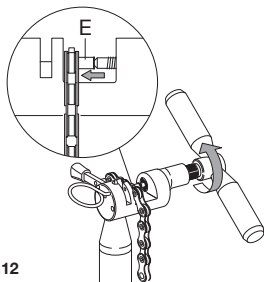

Abb.12
- Schrauben Sie das Werkzeug (**Abb. 12**) unter gleichmäßigem Kraftaufwand ein, bis die Hülse **5-CN-SR700** (E) die gesamte Kettenbreite ausfüllt.